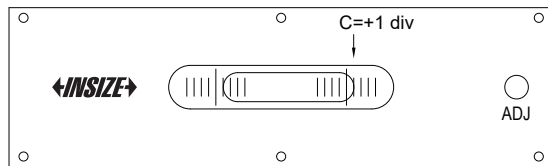

Abb. 7
- Wenn sich die Blase nicht mehr bewegt, lesen Sie C auf der Skala ab (Abb.7).